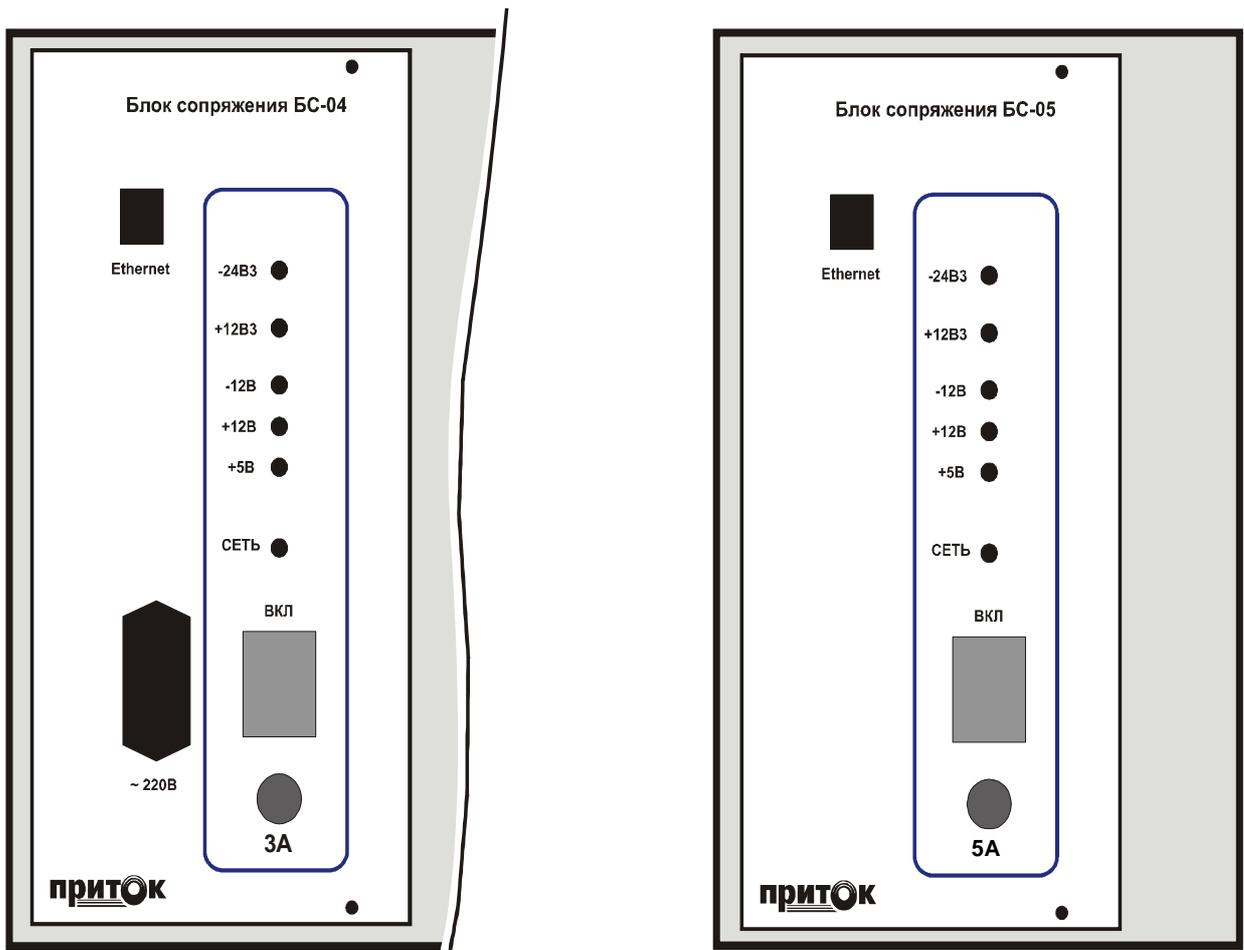

Рисунок 2.2 – Вид передней панели блока сопряжения
2.10 На передней панели блока сопряжения (см. рисунок 2.2) находятся индикаторы питающих напряжений, предохранитель, выключатель питания, розетка сети стандарта Ethernet, разъем питания сети 220 В (для БС-04.01)